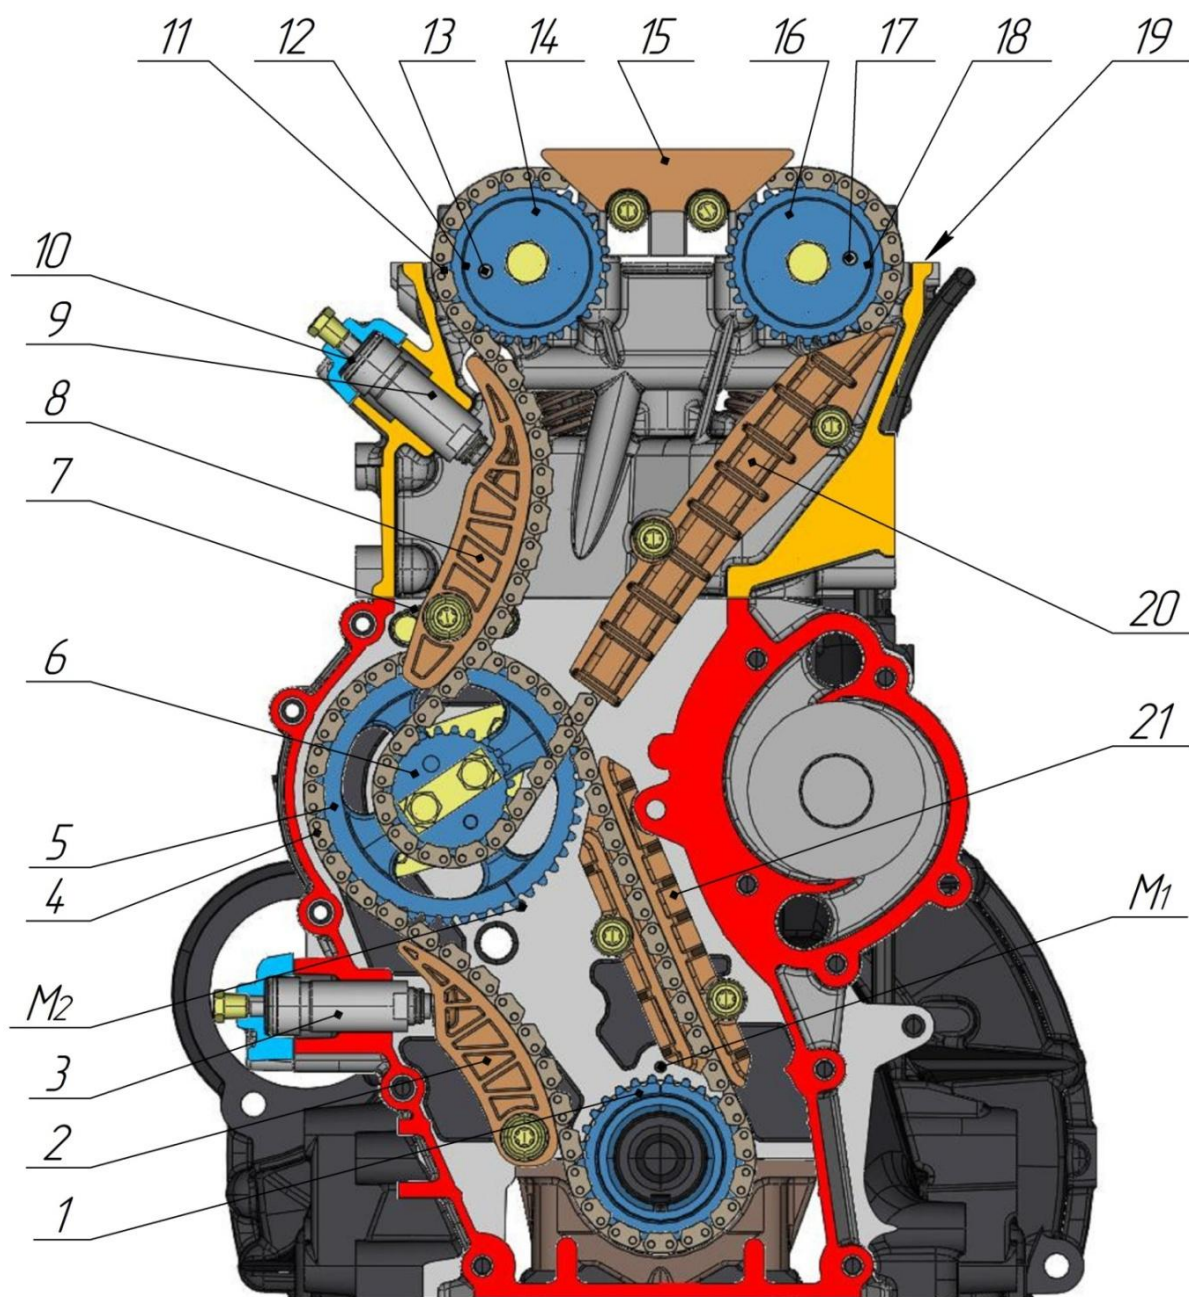

Рис.17. Привод распределительных валов зубчатыми цепями:
**Привод распределительных валов** осуществляется двумя зубчатыми цепями (рис.17).